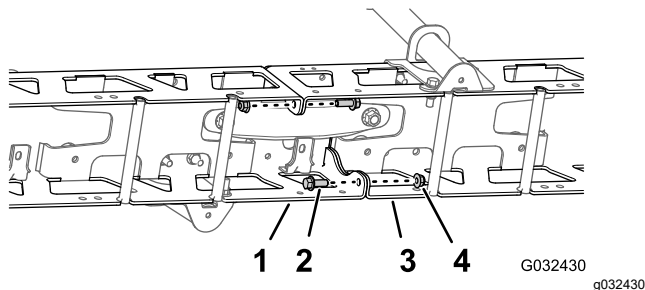

Рисунок 53
1. Удалите два болта с фланцевыми головками ($\frac{3}{8}$ x 1 дюйм) и две контргайки ($\frac{3}{8}$ дюйма), которые крепят вертикальные фланцы левой и правой ферменных рам (Рисунок 53).